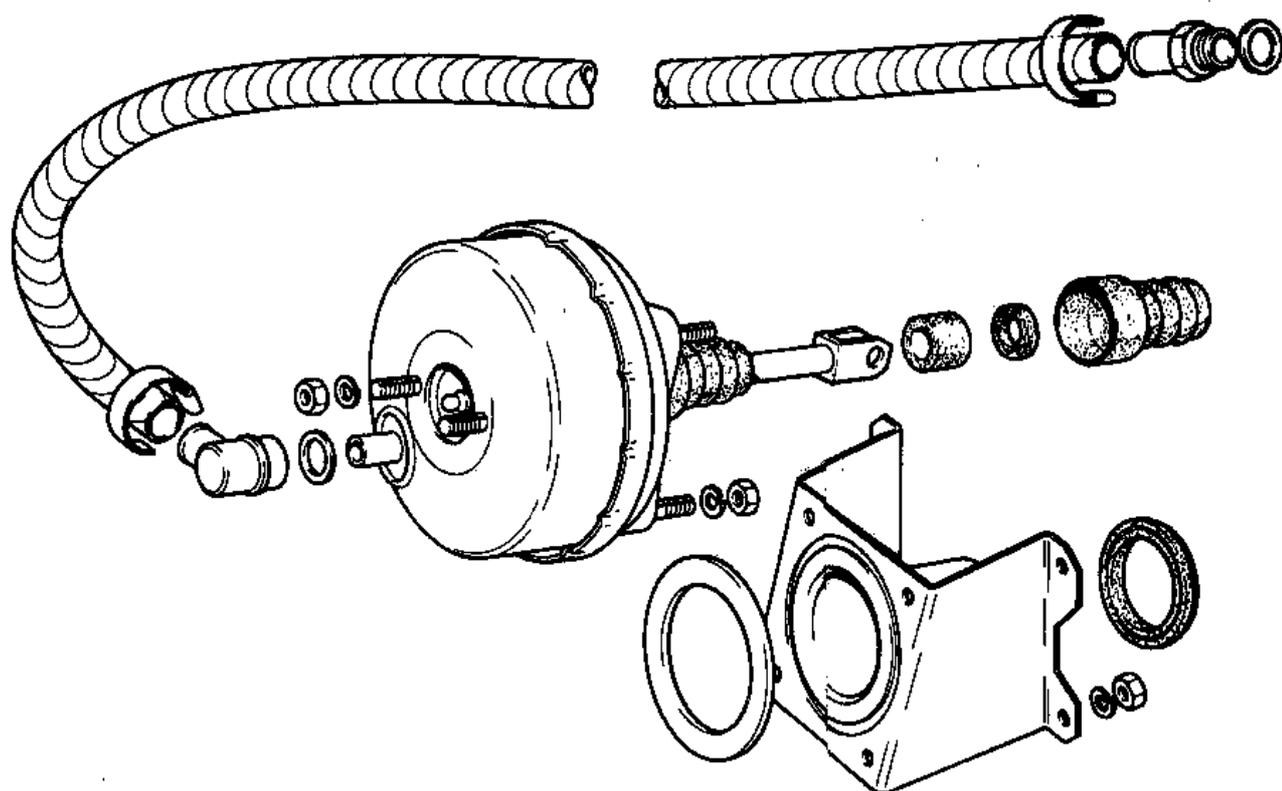

Рис.9.30. Вакуумный усилитель тормозов и его крепление в разборе (Разд.19)
4. Отверните гайки с пружинными шайбами, крепящие кронштейн усилителя к переборке моторного отсека. Снимите усилитель вместе с кронштейном (Рис.9.30).